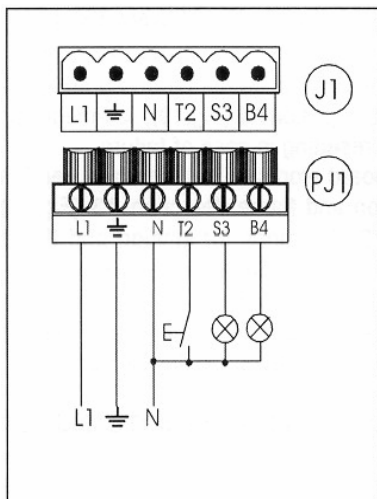
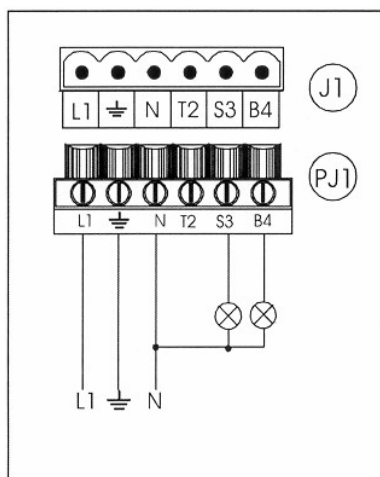

Fig. 23a
Fig.23b
Na kryt kabelového boxu je připevněna kabelová průchodka **G** (fig.19) pro připojení hlavního napájecího kabelu. K el. obvodovému panelu je připojen pomocí zástrčky **J1**(fig.19) a zástrčky na panelu **PJ2** (fig. 19) jak je ukázáno na obrázku. El. napájení musí být 230V fáze/nulák 50/60Hz. Připojení je očíslováno písmeny (fig. 23a):
* **UPOZORNĚNÍ!! V případě propojení hořáku s elektronikou FC E32Cne typu CE/A resetuje se dle (fig. 23a). Když je zapojená el. deska FC E32C resetuje se hořák pomocí tlačítka ON / OFF na ovládacím panelu regulace (fig. 23b).**